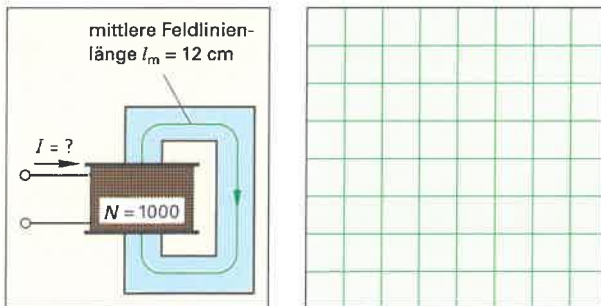

Bild 2: Spule mit Eisenkern
7. Berechnen Sie für **Bild 2** den notwendigen Spulenstrom, um eine magnetische Feldstärke von 4 A/cm im Eisenkern zu erreichen.